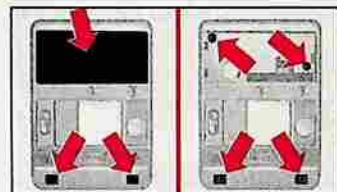

fig. 31
- 1) Enlever les 3 capuchons de plastique fig. 31.